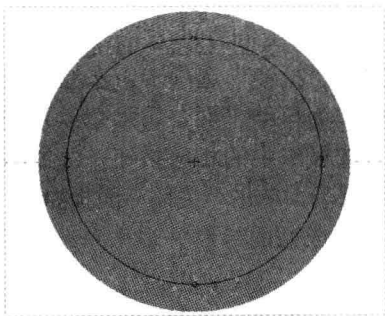

图 16-61 绘制截面 3
Step 05 采用与上同样的方法,使用“拉伸”命令,弹出“拉伸”选项卡,在绘图区选择合适的平面作为草绘平面,进入草绘环境;单击“草绘”选项卡中的相应按钮,绘制截面,如图 16-61 所示,单击“关闭”面板中的“确定”按钮,完成截面绘制并退出草绘环境。